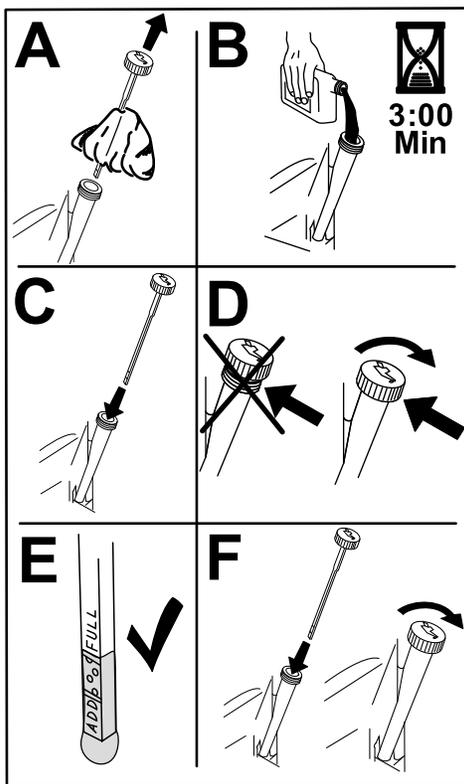

図 37
6. 所定量の 80% 程度のオイルをゆっくり入れ、そこから、残りの量を注意深く足してFULLマークまで入れる 図 37。